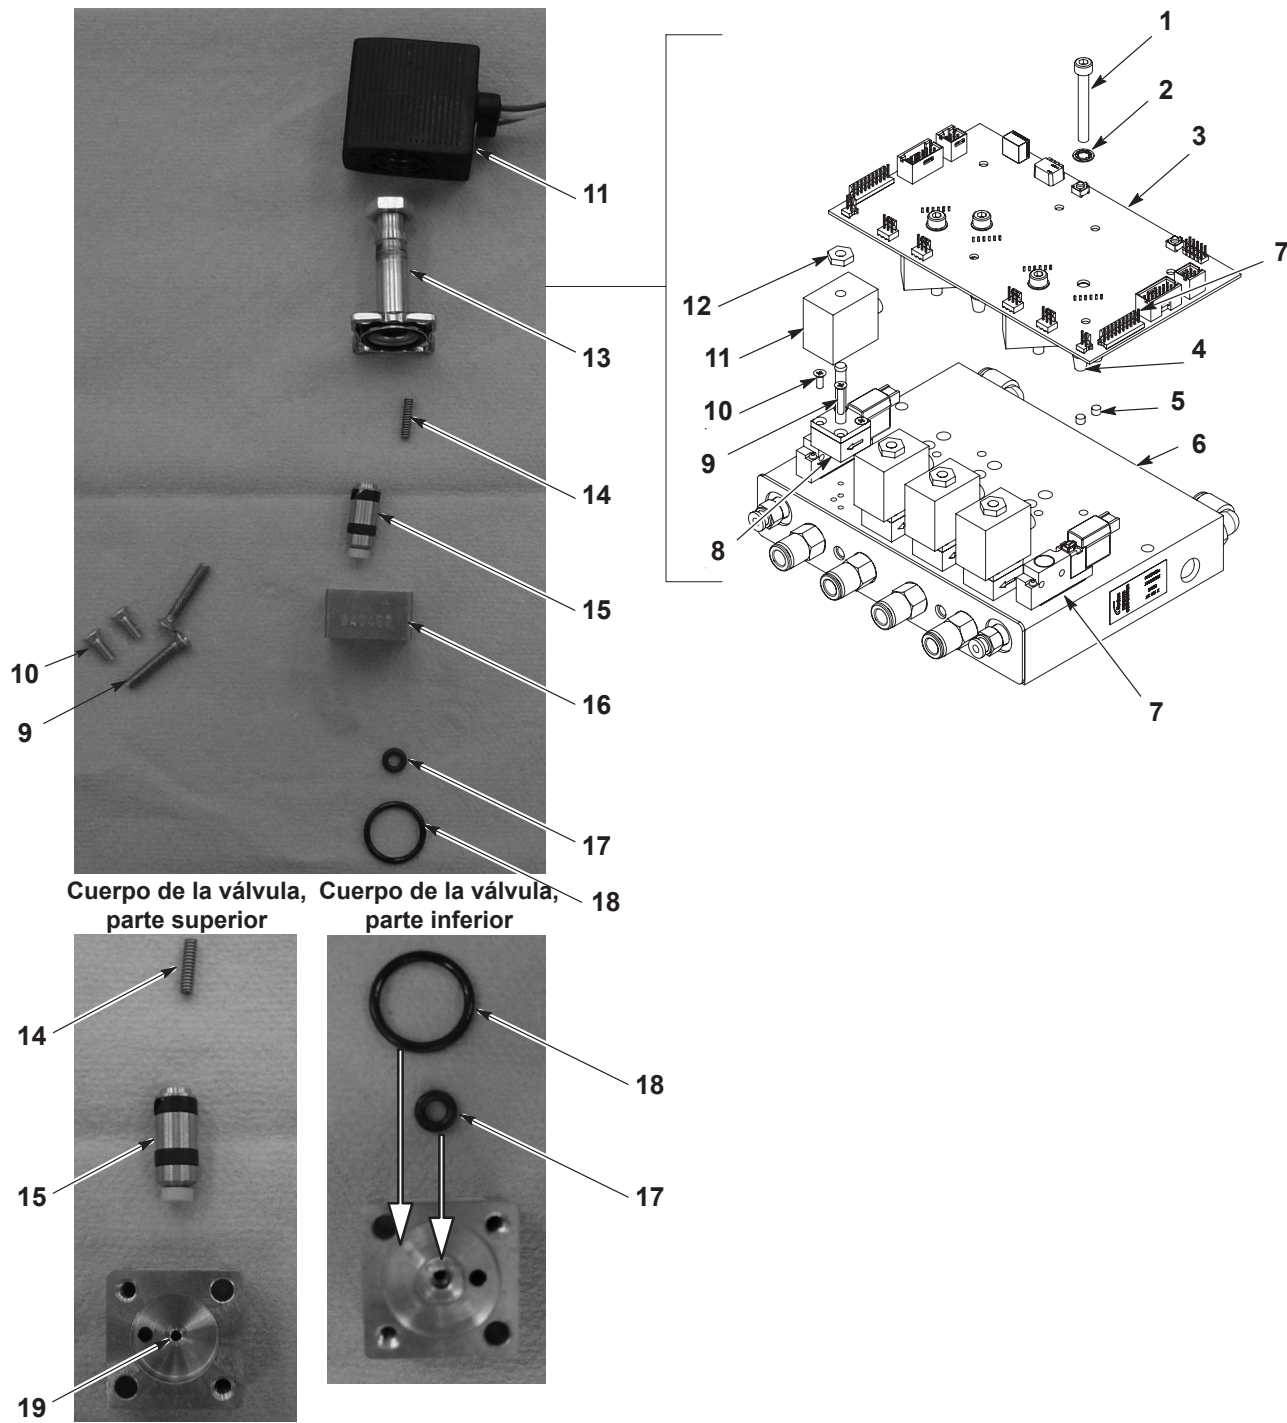

Figura 5-2 Limpieza y reparación del módulo iFlow
Ver la Figura 5-2. Un suministro de aire sucio puede provocar el mal funcionamiento de la válvula proporcional (8). Para desmontar y limpiar la válvula, se deben seguir estas instrucciones.
1. Desconectar el cableado de la bobina (11) de la placa de circuito (3). Extraer la tuerca (12) y la bobina de la válvula proporcional (8).
2. Extraer los dos tornillos largos (9) para extraer la válvula proporcional del distribuidor.
3. Extraer los dos tornillos cortos (10), posteriormente extraer el vástago de la válvula (13) del cuerpo de válvulas (16).
4. Retirar el cartucho de la válvula (15) y el muelle (14) del vástago.
Ver la Figura 5-2. Para extraer las electroválvulas (7), retirar los dos tornillos ubicados en el cuerpo de la válvula y despegar la válvula del distribuidor.
Ver la Figura 5-2.